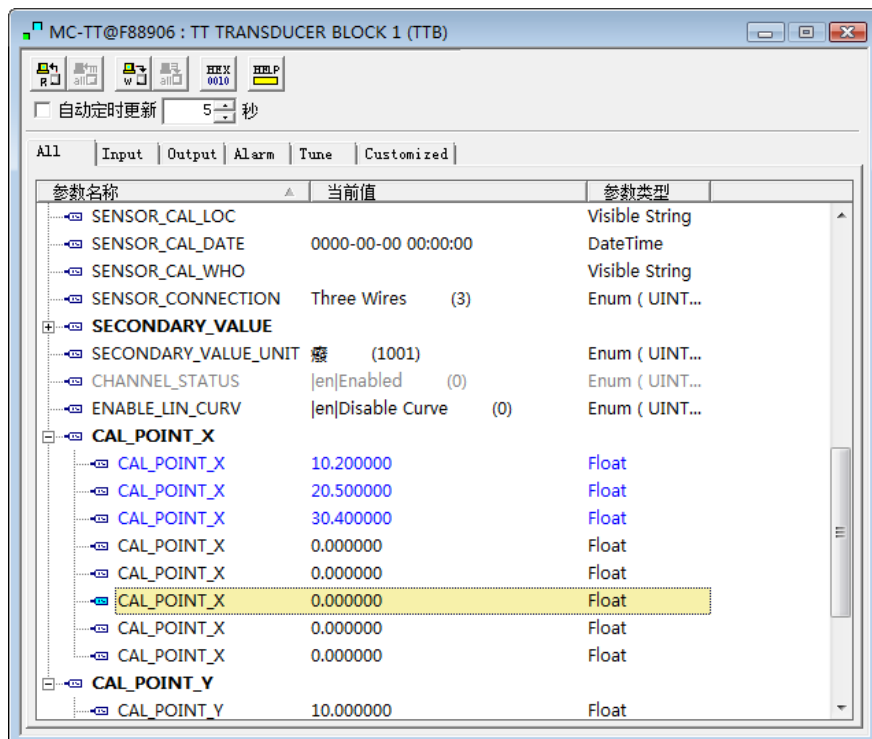

图 5.5 参数 CAL_POINT_X 的配置
- 2) 通过标准源输入标准信号，并在组态软件上打开相应的变换块，分别读取参数 PRIMARY_VALUE 的值，将该值写入 CAL_POINT_X 数组。例如将读到的 10.2，20.5，30.4 分别写在 CAL_POINT_X 数组里，如图 5.5 所示。到此校准工作结束。